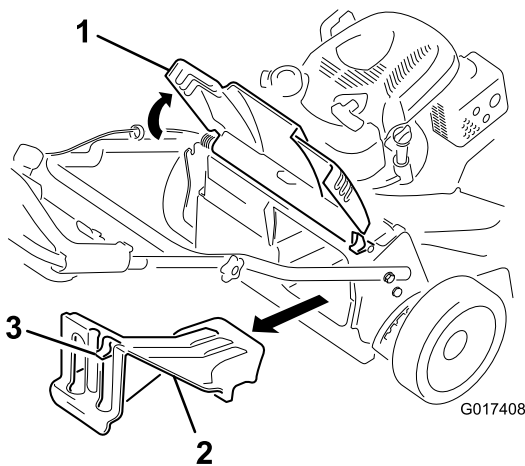

Figura 27
1. Faça subir e mantenha elevado o defletor traseiro (Figura 27).
2. Retire o bocal de descarga traseira empurrando o trinco para baixo com o polegar e retirando o bocal da máquina (Figura 27).